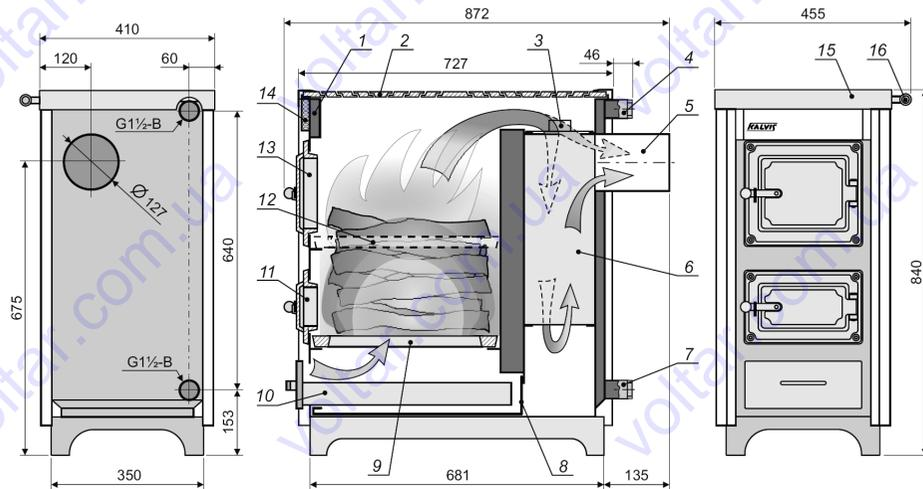

Рис. 1
Корпус котла (1) (см. рис.1) сварен из листовой стали и имеет полости, в которых нагревается вода. Нагретая вода через верхний патрубок (4) поступает в отопительную систему, а через нижний патрубок (7) остывшая поступает обратно. Патрубки с резьбой G1 1/2 В. Верхняя часть корпуса накрыта чугунным варочным настилом (2) с конфорками.
#### 6.2. Розжиг котла (см. рис.1)
### 6.3. Топка котла (см. рис.1)